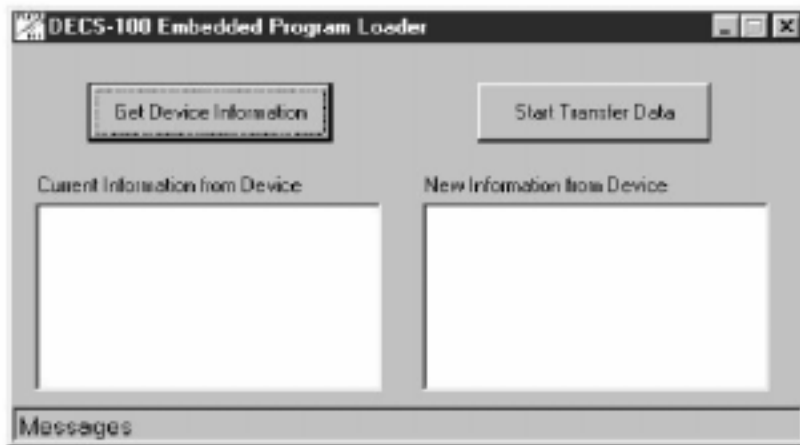

图 5-29. DECS-100 嵌入软件加载程序
3.单击 **Yes**，进行下一步，出现通讯初始化界面（如图 5-6）。选择希望激活的PC 通讯口，单击 **Initialize** 按钮，BESTCOMS 从 DECS-100 获得配置设定值并保存所有设定值。完成保存后，出现如图 5-29 所示的 DECS-100 的嵌入软件加载程序。